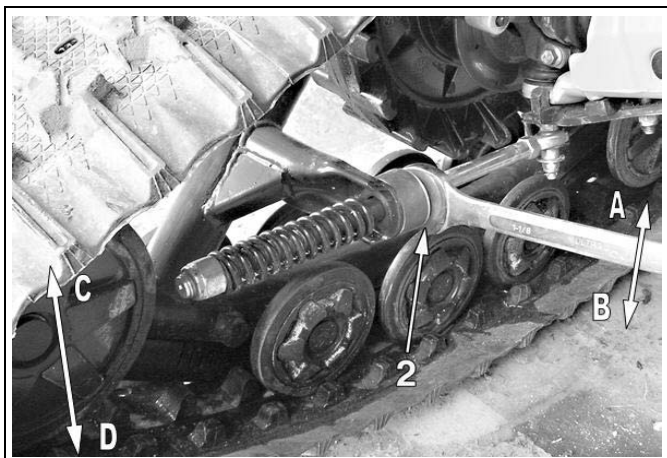

Abbildung 5
- Stellen Sie die in Abbildung 5 dargestellte Überwurfmutter (2) ein, bis das Flacheisen einen Abstand von  $254 \pm 6$  mm zum Boden erreicht. Auf der rechten Seite bewirkt ein Drehen des Schraubenschlüssels in Richtung A eine Drehung des Systems in Richtung C, wobei ein Drehen des Schraubenschlüssels in Richtung B, das System in Richtung D dreht (auf der linken Seite umgekehrt vorgehen).